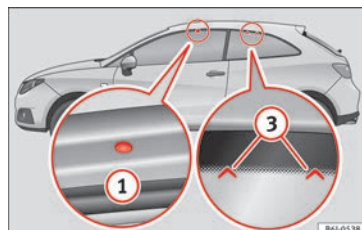

Bild 151 Ibiza SC-modellen: fästpunkter för taklasthållarens räckan
De främre fästpunkterna ① är endast synliga när dörrarna är öppna: de bakre fästpunkterna ③ har markerats med pilar på sidorutans övre kant » bild 151.